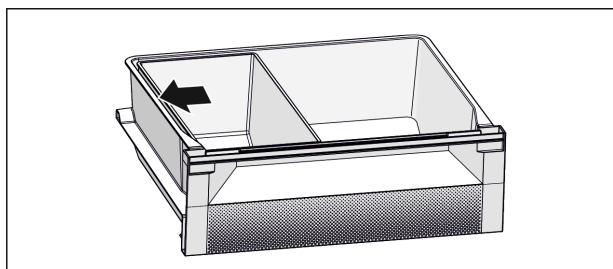

Fig. 6
► Разместите лоток Fish & Seafood. Изображенная позиция Fig. 6 () обеспечивает оптимальную функцию охлаждения.